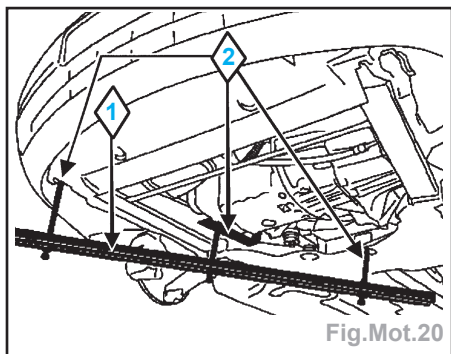

Fig.Mot.20
- Déposer le tuyau haute pression (9) reliant la pompe à la rampe. Pour cela :
- Mettre en place l'outil **Mot. 1367-02** et l'outil **Mot. 1367** (support moteur) (Fig. Mot.20).